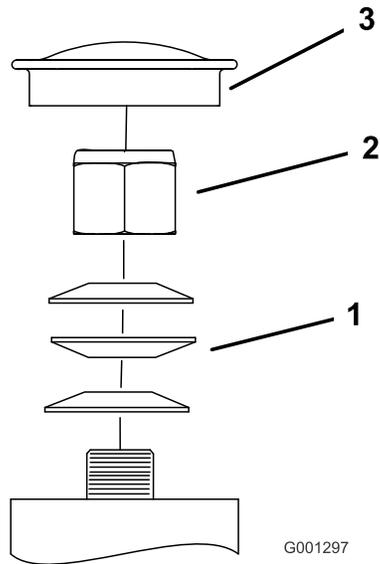

Figura 79
3. Retire el tapón guardapolvo de la rueda giratoria y apriete la contratuerca (Figura 79).
4. Apriete la contratuerca hasta que las arandelas de muelle estén planas, luego afloje la contratuerca ¼ de vuelta para establecer la pre-carga correcta de los cojinetes (Figura 79).
Importante: Asegúrese de que las arandelas de muelle están correctamente instaladas, según se muestra en la Figura 79.
- Coloque el tapón guardapolvo (Figura 79).